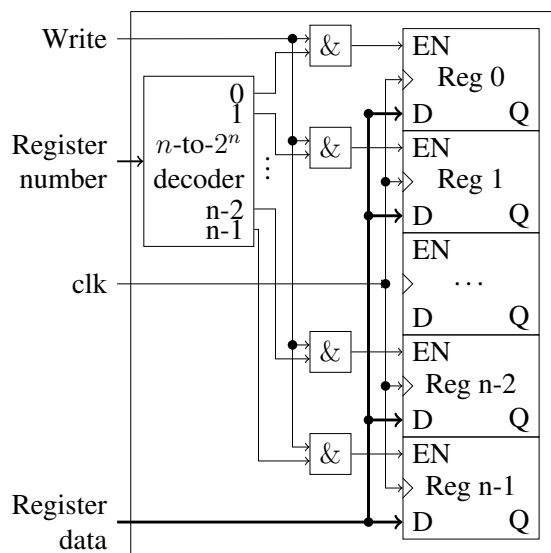

Abbildung 2: Die Realisierung des Schreibports des Registerspeichers (aus [2])
Der Registerspeicher umfasst n Register (bzw. `NUM_REGS` Register), welche mit Hilfe des Dekoders adressiert werden können. Beim Schreiben erfolgt die Auswahl des Registers über den Dekoder (siehe Abbildung 2). Für die zwei erforderlichen Leseports erfolgt die Auswahl durch zwei Multiplexer. Implementieren Sie den Registerspeicher in Form einer Netzliste unter Berücksichtigung der vorgegebenen Schnittstelle. Verwenden Sie die Architektur `structural` der vorgegebenen Datei `regFile.vhd` für die Implementierung und testen Sie ihre Implementierung mit der Testbench `regFile_tb`.
- Um die `ENABLE`-Eingänge der Register zu steuern, soll ebenfalls iterative Instanziierung (siehe [3] und [4]) verwendet werden (siehe Abbildung 2). Zu beachten ist hierbei, dass lediglich